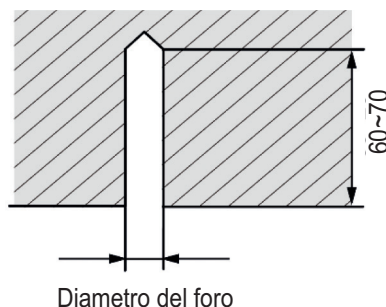

Fig. 4.1.2
- 1) Eseguire 4 fori in base al foro sul piedino dell'Unità; il diametro del foro deve essere conforme al diametro del tassello di espansione, con una profondità di 60-70mm, come mostrato in Fig. 4.1.2.